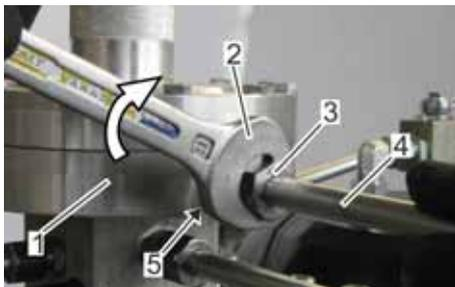

Abb. 17: Messleitung festdrehen
4. ➤ Die Überwurfmutter (Abb. 17/3) mit einem Gabelschlüssel SW 22 (Abb. 17/2) festdrehen. Dabei den Stutzen (Abb. 17/5) am Messwerkflansch (Abb. 17/1) mit einem 2. Gabelschlüssel SW 22 gegenhalten.